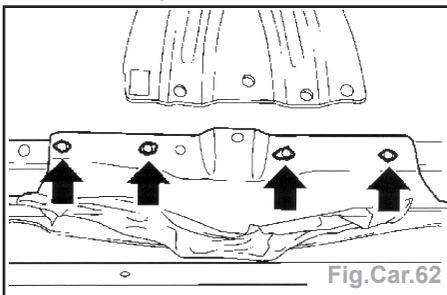

Fig.Car.62
- Fraiser les points de soudage du renfort montant B du cadre de toit avec une fraise sphérique (Fig.Car.62).